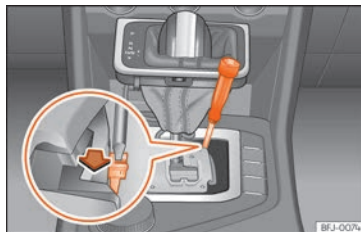

Fig. 172 Alavanca seletora: desbloqueio de emergência a partir da posição de estacionamento.
- Com a ajuda da parte plana de uma chave de fendas, pressione lateralmente a patilha amarela e mantenha-a pressionada **» » Fig. 172**.